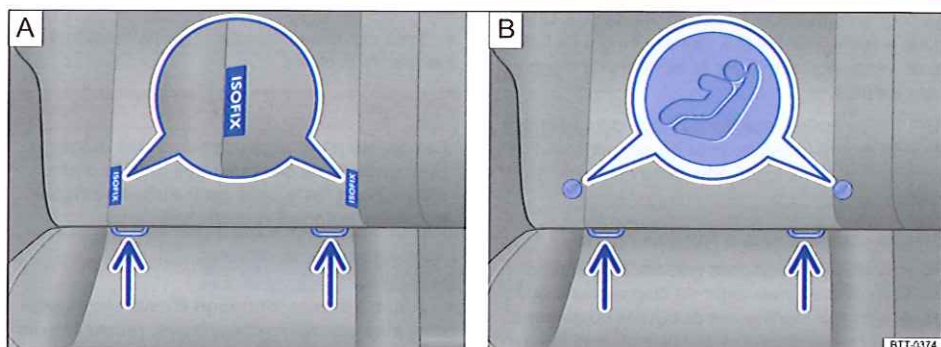

Fig. 79 Sur le siège du véhicule : variantes d'identification des points d'ancrage inférieurs des sièges pour enfants.
- Insérez le siège pour enfants dans le sens des flèches sur les œillets de retenue ⇒ fig. 79 (flèches). Le siège pour enfants doit s'enclencher de manière sûre et audible.
- Posez le siège pour enfants sur l'assise du siège et accrochez les crochets des ceintures de retenue dans les œillets de retenue ⇒ fig. 79.